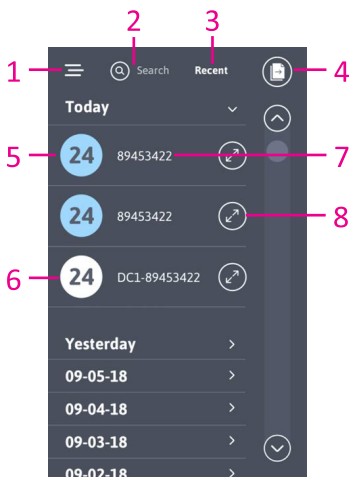

Figura 18
O Registro de resultados exibe os resultados de teste, começando pelos mais recentes. Os ícones da Figura 18, listados da esquerda para a direita, de cima para baixo são:
4. O ícone dos “Papéis” no canto superior direito é para exportar os 7 últimos dias de registros, seja para impressão ou eletronicamente, pelo USB (Figura 18)
Os registros podem ser exportados 7 dias de cada vez, como mostrado na Figura 18, ou individualmente, como mostrado na Figura 19. Em ambos os casos, quando o ícone de “Papéis” for selecionado, será exibida a tela Seleção de exportação (Figura 20):